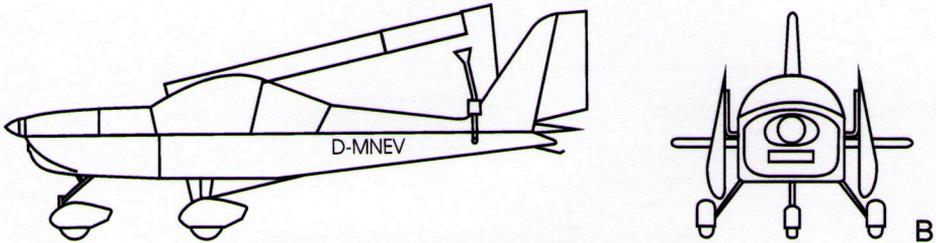
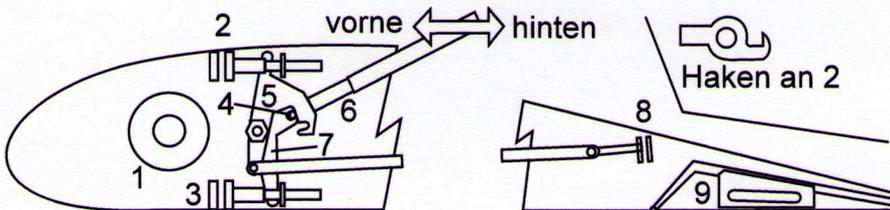

Bild 10: Flügel an Rumpf geklappt
Bild 11: Holmanschluss rechter Flügel vom Rumpf her gesehen, entriegelt
Die Flügelspitze wird von zwei in den Rumpf gesteckten Rohrbügel gehalten (Bild 10), die Wurzelrippe durch ein Gelenk. Um den Mechanismus richtig zu bedienen, muss man die in Bild 11 und 12 gezeigten Skizzen verstehen und sich am geklappten Flügel damit vertraut machen. Damit die Bolzen leichtgängig zu betätigen sind, ist die Flügelspitze durch leichtes Anheben zu entlasten. Auf keinen Fall mit Kraft arbeiten !
- 1.** Prüfen, dass alle drei Holmbolzen voll aus den Führungen 2, 3 und 8 ausgerückt sind. Die Stellung der Hebel 5 & 7 muß wie in Bild 11 sein.